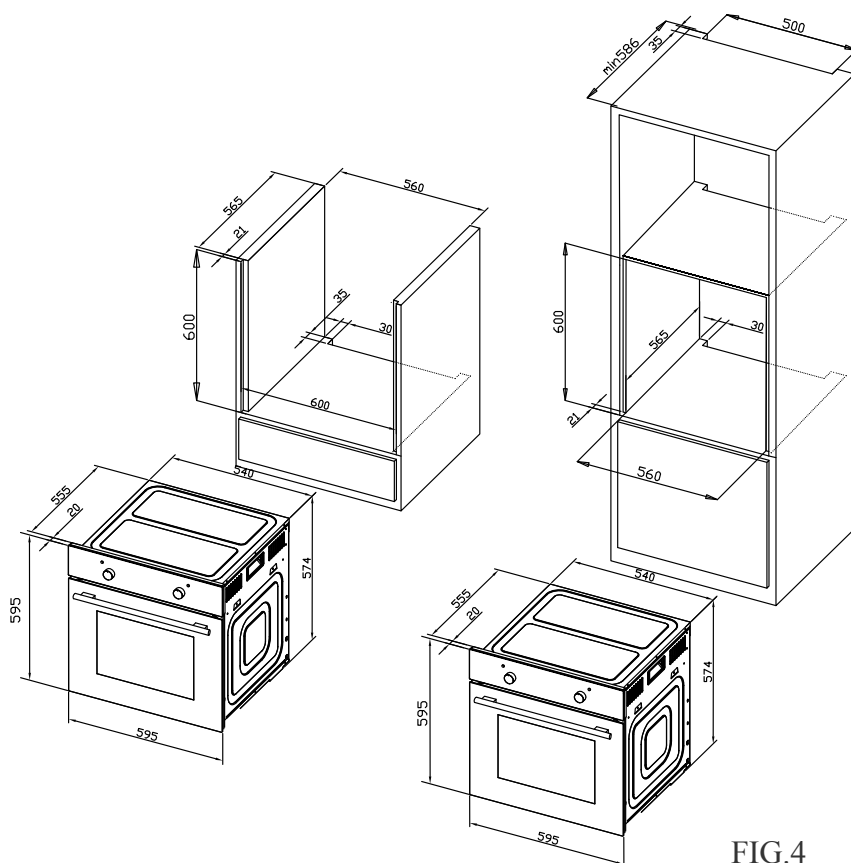

FIG.4
1. Le four doit être installé tel qu'indiqué en Fig. 4, sous un plan de travail ou dans une colonne.
2. Lors de l'insertion du four dans une colonne, afin de veiller à ce que la ventilation soit suffisante, il est indispensable de retirer le panneau arrière du meuble et de disposer d'une ouverture d'au moins de 85 à 90 mm, tel qu'indiqué en Fig. 4.